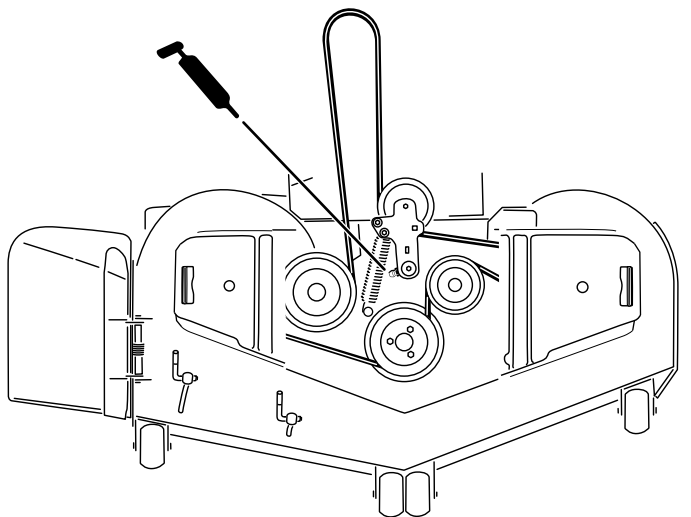

Figure 48
5. Graissez le pivot de la poulie de tension du plateau de coupe jusqu'à ce que la graisse ressorte par le bas (Figure 48).